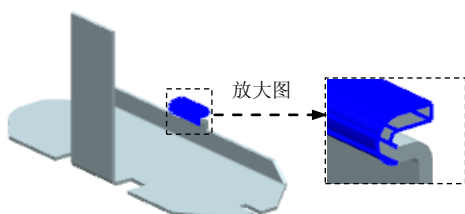
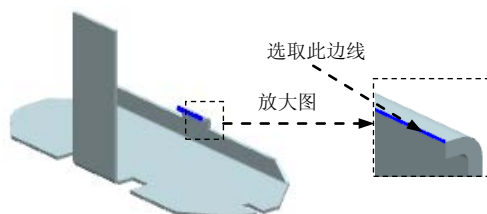

图 3.6.15 卷边特征 1
图 3.6.16 选取附着边
(5) 定义折弯半径及止裂槽参数。单击“弯边选项”按钮 ，取消选中 ☐ 使用默认值* 复选框，在其 **折弯半径 (R)** 文本框中输入值 0.5；选中 ☒ 折弯止裂口 (E) 复选框和 ☒ 正方形 (S) 单选项；取消选中 ☐ 使用默认值 (T)* 复选框，在 **深度 (D)** 文本框中输入值 1.0；取消选中 ☐ 使用默认值 (L)* 复选框，在 **宽度 (W)** 文本框中输入值 2.0；单击 **确定** 按钮。
(6) 单击 **完成** 按钮，完成特征的创建。
Step7. 创建图 3.6.15 所示的卷边特征 1。
(1) 选择命令。在“主页”功能选项卡中“钣金”工具栏中单击  按钮，选择  卷边命令。
(2) 定义卷边的附着边。选取图 3.6.16 所示的边线为卷边的附着边。